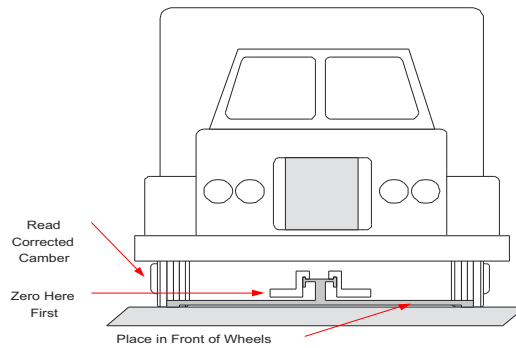

FIGURA 20.
1. Coloque la Barra de Compensación TLT-44 (que ha sido ensamblada de acuerdo al grosor de la banda y esta calibrada) enfrente de las ruedas como se muestra en la Figura 20.